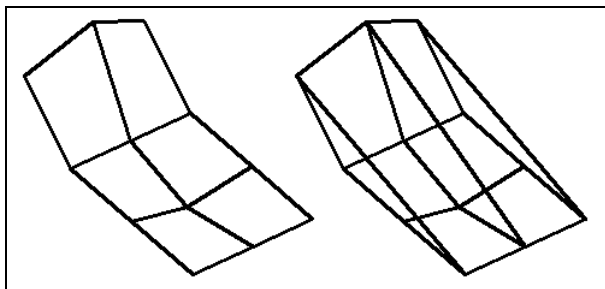

Рис. 3.4. Пример замыкания сети
- Mclose (Мзамкни) замыкает сеть в направлении M (рис. 3.4);